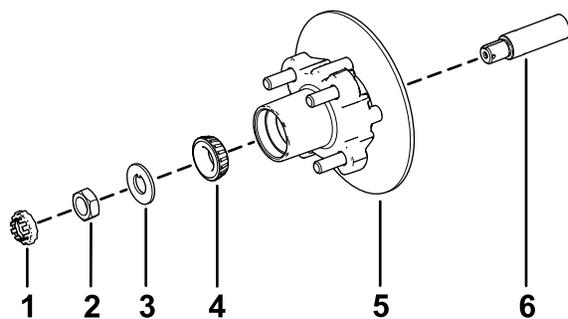

図 36
1. スピンドルに所定のグリスを薄く塗る 図 36。
2. ハブとロータをスピンドルに取り付ける。ロータを内側にする 図 36。
3. スピンドルに外側ベアリングを取り付けてレースにはめる 図 36。
4. スピンドルにタブワッシャを取り付ける 図 36。
5. スピンドルにスピンドルナットを取り付け、ハブを回してベアリングを着座させながらナットを 15 N·m 1.52 kg·m = 11 ft·lb に締めつける 図 36。